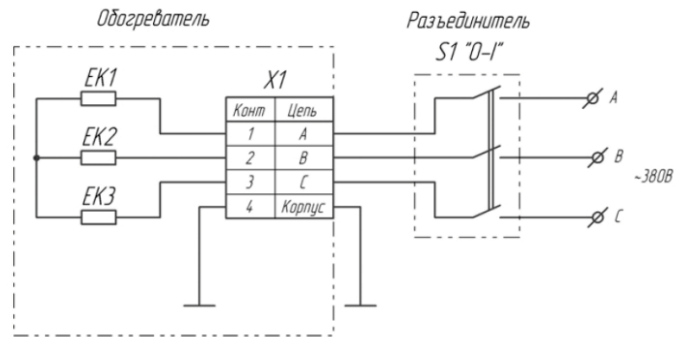

Рис. 2 Схема подключения обогревателя
5.3 Схема подключения обогревателей приведена на рис.2 Приложения.
- подсоединить провода к клеммной колодке обогревателя согласно рис.2 Приложения.